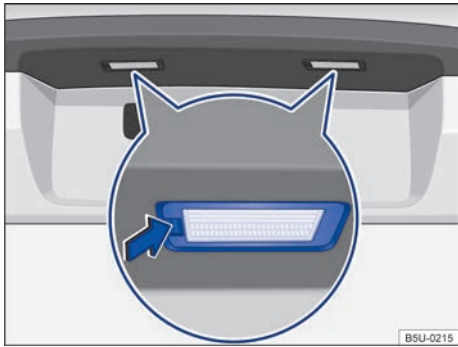

Fig. 197 En el paragolpes trasero: remover la linterna de la placa de licencia.
2. Con el auxilio de una llave con hendiduras, presionar la traba ⇒ fig. 197 para remover el conjunto.